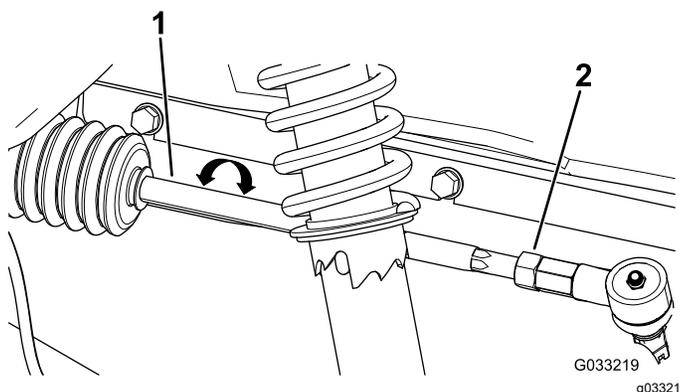

Рисунок 55
3. Если измеренное значение выходит за пределы 0–6 мм, ослабьте контргайки с обоих концов тяг (Рисунок 55).